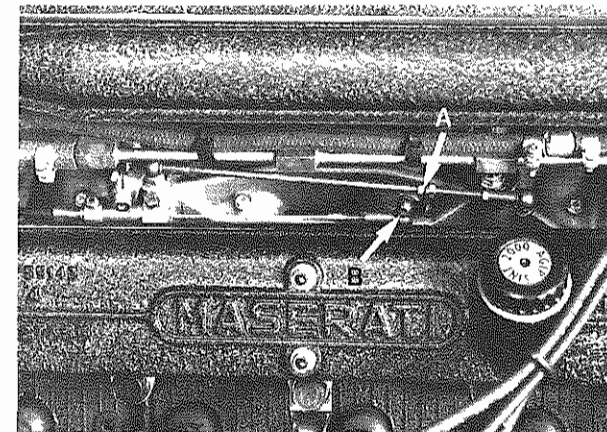

Fig. 9 - A - Piastrino rinvio cavo gas
- **Cavo gas:** agire sul registro di **Fig. 9** e registrare la corsa a vuoto del pedale (vedi cap. 15).
- **Throttle cable:** act on adjuster of **Fig. 9** and adjust the free movement of pedal (see chap. 15).
- 2) Aumentare la corsa a vuoto del cavo comando gas (**Fig. 9**).